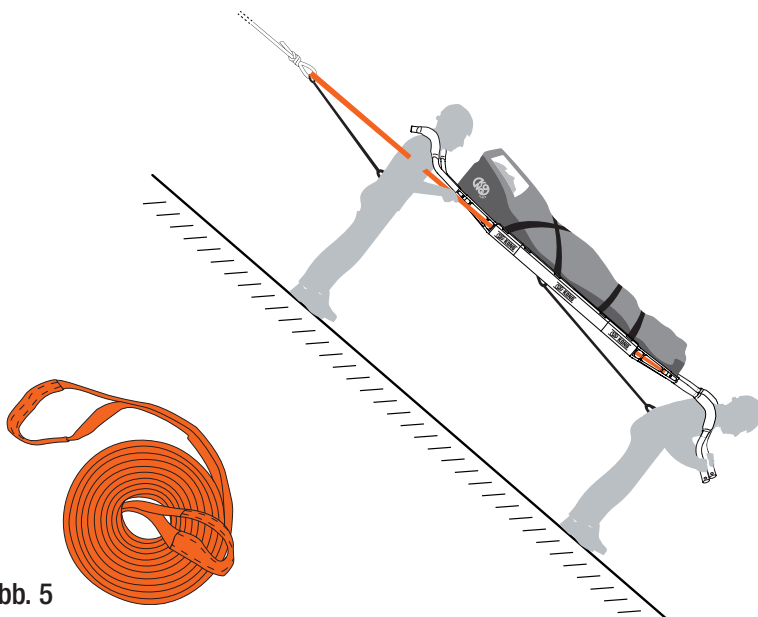

Abb. 5
- c) Schwerlast-Gurt 871.02 VIRGO (Abb. 5),